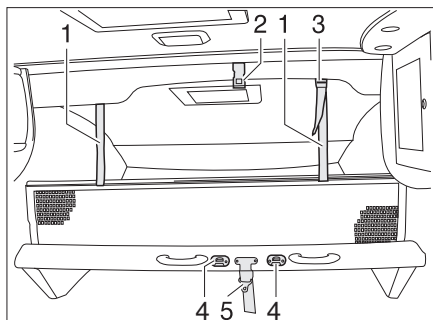

Fig. 158 Letto basculante, manuale
- Assicurare il letto basculante al soffitto (Fig. 158,2) mediante la cintura di ritegno (Fig. 158,5).
- Agganciare la scaletta di accesso al letto basculante con i due archetti incorporati nelle graffe (Fig. 158,4).
- Fare innestare i nastri di sostegno (Fig. 158,1) nei supporti sul soffitto (Fig. 158,2).